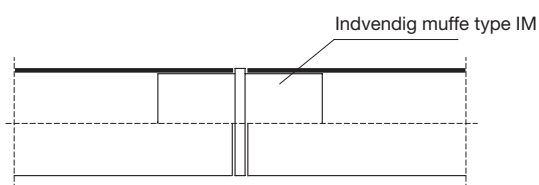
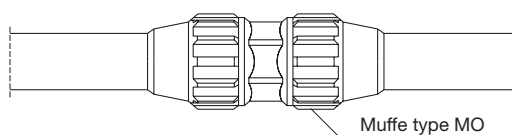

Fig. 10: Samling med indvendig mufte, type IM
Fig. 11: Samling af optorør med mufte af typen MO
2. Samling af glatte rør af type A sker ved hjælp af de faste muffer på rørene. Hvis der anvendes glatte rør af type UM, anvendes de indvendige samlemuffer type IM (fig. 10) eller sandtætte muffer type M. Det er også muligt at samle glatte beskyttelsesrør ved spejlsvejsning eller ved brug af elektromuffer. Rør af typen OPTO samles ved hjælp af muffer af typen MO (fig. 11), MOS eller MOAL.